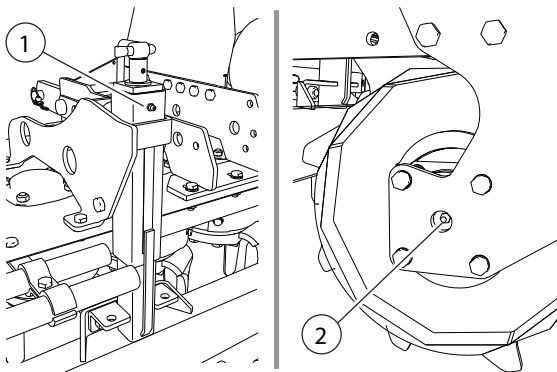

FIG. 40
- Engrasador sobre gatos a tornillo (1, "Fig. 40").
- Engrasador soporte a rodillo (2).